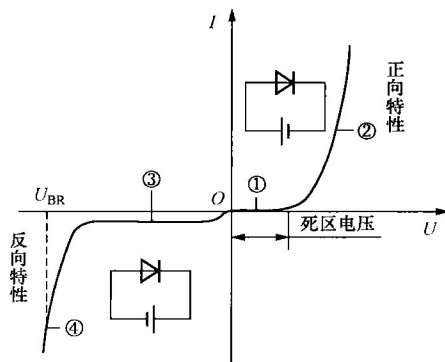

图 1.4 半导体二极管的伏安特性
二极管的伏安特性反映的是二极管上的电压与通过的电流之间的关系，图 1.4 是通过实验测出的二极管伏安特性曲线，由图可见，二极管是非线性元件。
当二极管承受较低正向电压时，正向电流基本为零，这个电压称为死区电压，如图 1.4 中的①所示。硅管的死区电压约为 0.5V，锗管约为 0.1V。当二极管上所加正向电压大于死区电压后，二极管才真正处于导通状态，有较大的正向电流通过二极管，如图 1.4 中的②所示。这时二极管的正向压降（也称为管压降）硅管为 0.6~0.7V，锗管为 0.2~0.3V，正向压降的极性是阳极为正，阴极为负。
当二极管承受的反向电压小于击穿电压 U_{BR} 时，如图 1.4 中的③所示，二极管处于截止状态，有很小的反向电流通过二极管。反向电流有两个特点：一是随温度升高急剧增大；二是在一定反向电压范围内，基本为定值。硅管的反向电流比锗管小，一般在几十微安，锗管可达几百微安。当反向电压超过击穿电压 U_{BR} 后，反向电流将突然增大，这种现象称为反向击穿，如图 1.4 中的④所示，二极管被击穿后就失去了单向导电性，各类二极管的反向击穿电压数值不同，通常为几十到几百伏。